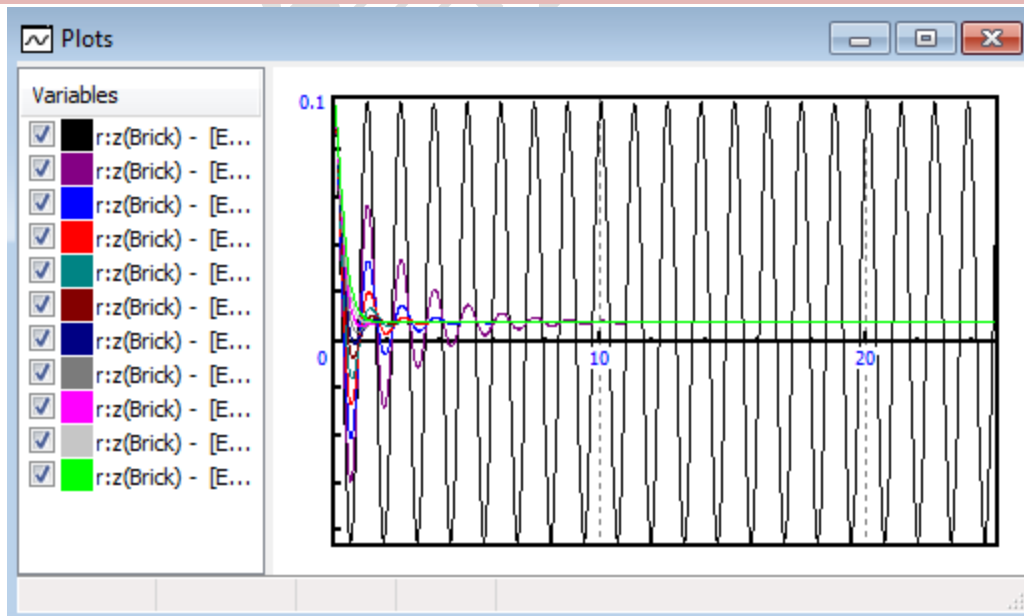

图 2.16 不同阻尼系数下 Brick 的垂向位移时程
- 在右侧变量列表，选中 **Position** 变量列表的 **r:z(Brick)**变量并拖入绘图窗口，所有变阻尼系数工况下 **Brick** 垂向位移时程如图 2.16 所示。